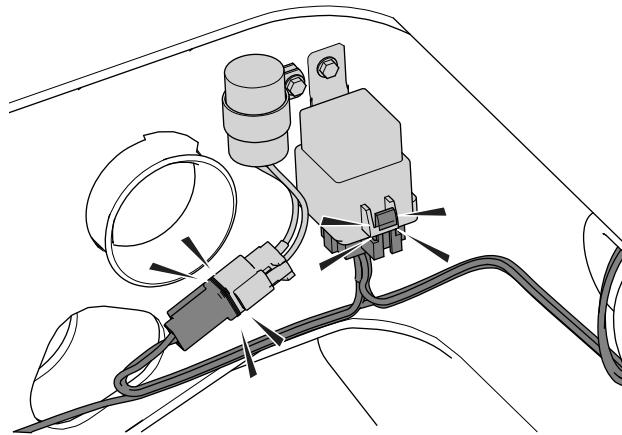

Рисунок 6
4. Подсоедините жгут проводов к модулю распределителя и реле (Рисунок 6).